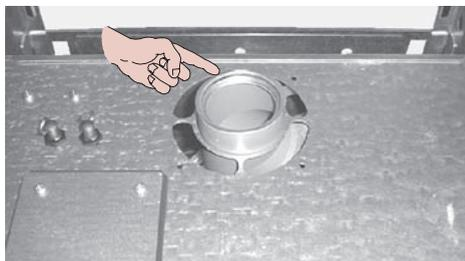

Figura 5.7
**El diafragma debe colocarse como en la Figura 5.7.**
El diafragma debe montarse y desmontarse siguiendo las indicaciones proporcionadas en este capítulo. El diafragma debe colocarse como en la Figura 5.7.